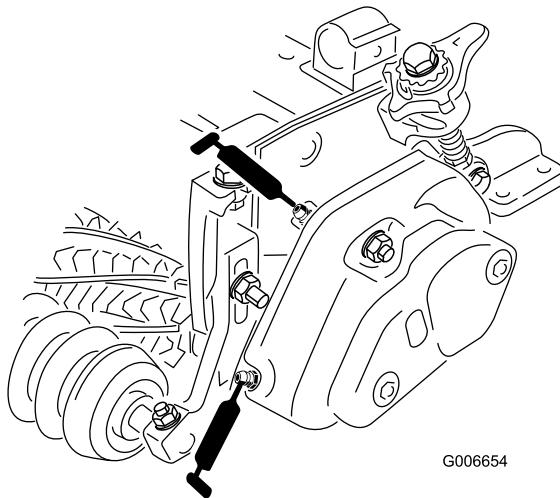

Figura 14
25. Riempite di grasso le sedi dei cuscinetti di ciascun cilindro (Figura 14). Il grasso superfluo uscirà tra le guarnizioni interne e gli anelli di tenuta.
26. Ingrassate ogni cuscinetto dell'elemento grooming (pompate due o tre volte al massimo) (Figura 14). Non ingassate troppo, perché il grasso superfluo può fare avariare le guarnizioni. Tergete il grasso superfluo.